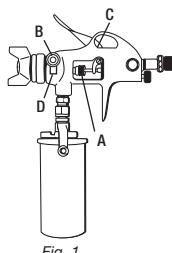

Fig. 1
- Vea la Fig. 1 para la ubicación de los puntos anteriores mencionados.